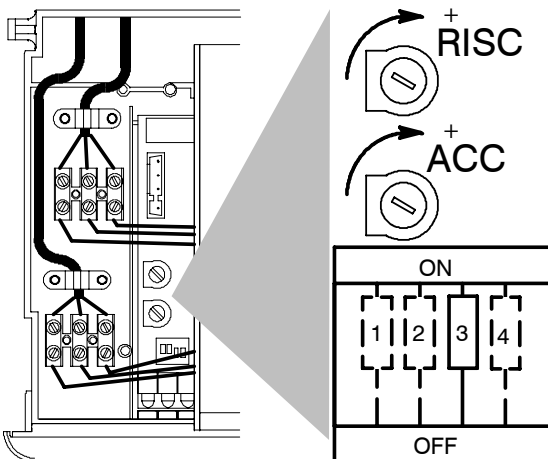

fig. 7.6
Per tarare l'accensione spostare il micro selettore "3" fig. 7.6 in posizione OFF ed agire sul potenziometro "ACC" con un cacciavite appropriato fino a ottenere un'accensione corretta (consultare la tab. 7.5). Ad operazione terminata riposizionare il micro selettore "3" in posizione ON.
- 1 Agire con un cacciavite appropriato sul potenziometro di regolazione "RISC" fig. 7.6